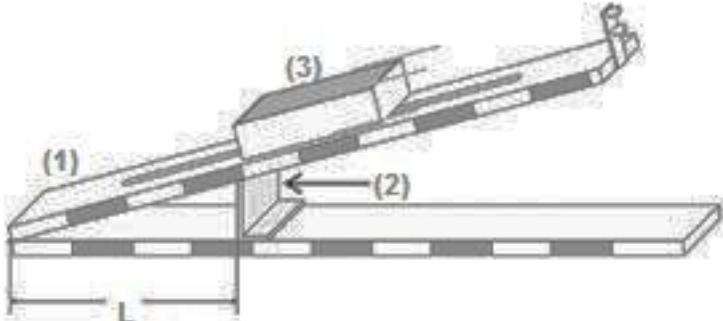

Рис.4
Положите брускок (3) широкой деревянной (узкой деревянной, резиновой) стороной на край наклонной плоскости (1) рис.4. Медленно и равномерно поднимайте рукой край наклонной плоскости до тех пор, пока брускок не начнет скользить вниз. Зафиксируйте положение доски металлическим упором (2) в момент начала скольжения бруска.
1. Измерьте линейкой или рулеткой значение L для данного положения наклонной плоскости рис.4. Высота металлического упора $h=5$ см.